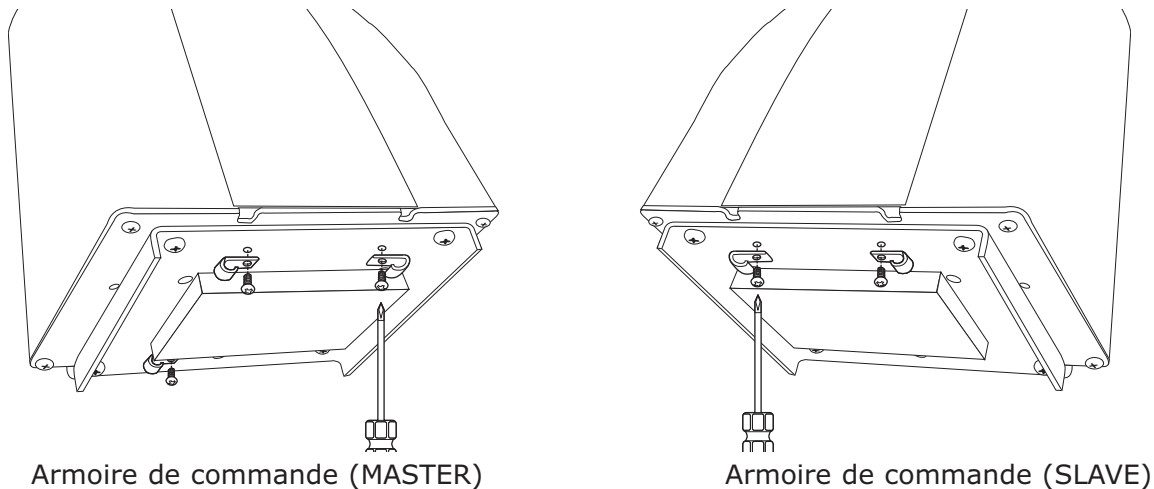

Figure 44
- Afin de protéger les câbles lors du mouvement des opérateurs, il est conseillé de fixer des cavaliers (**Item 23-Tableau 1-Page 6**) à l'aide des vis M4x6 (**Item 22-Tableau 1-Page 6**) sur les opérateurs (**Figure 44**).